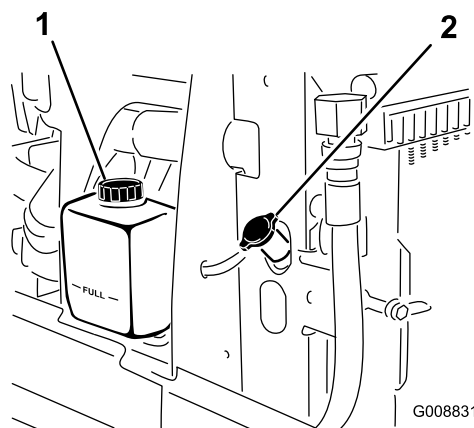

図 76
1. ラジエーターと補助タンクのふた (図 76) を注意深く開ける。